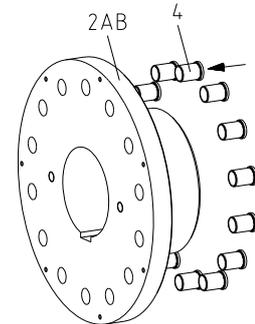

Bild 11
- Treiben Sie die Buchsen (Bauteil 4) mit leichten Schlägen in die Bohrungen der Nabe Teil 2AB (Bauteil 2AB) (siehe Bild 11).